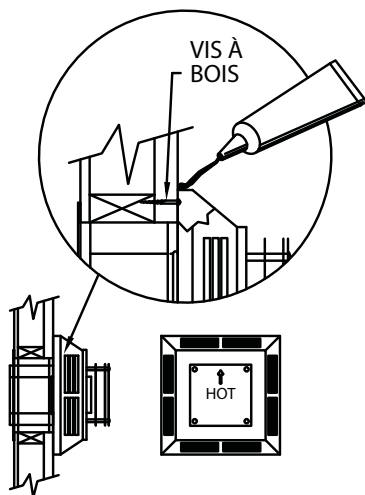

Figure 7
Étape 4. Placer le chapeau de sortie horizontale au centre du trou carré armé et le fixer au mur extérieur à l'aide des quatre vis à bois fournies. Avant de fixer le chapeau au mur extérieur, poser un cordon d'agent d'étanchéité non durcissant à base de silicone autour de ses bords extérieurs pour faire un joint entre le chapeau et le mur. La flèche située sur le chapeau d'évent doit pointer vers le haut. Veiller à réserver les bons espacements aux matières combustibles (**Fig. 7**).